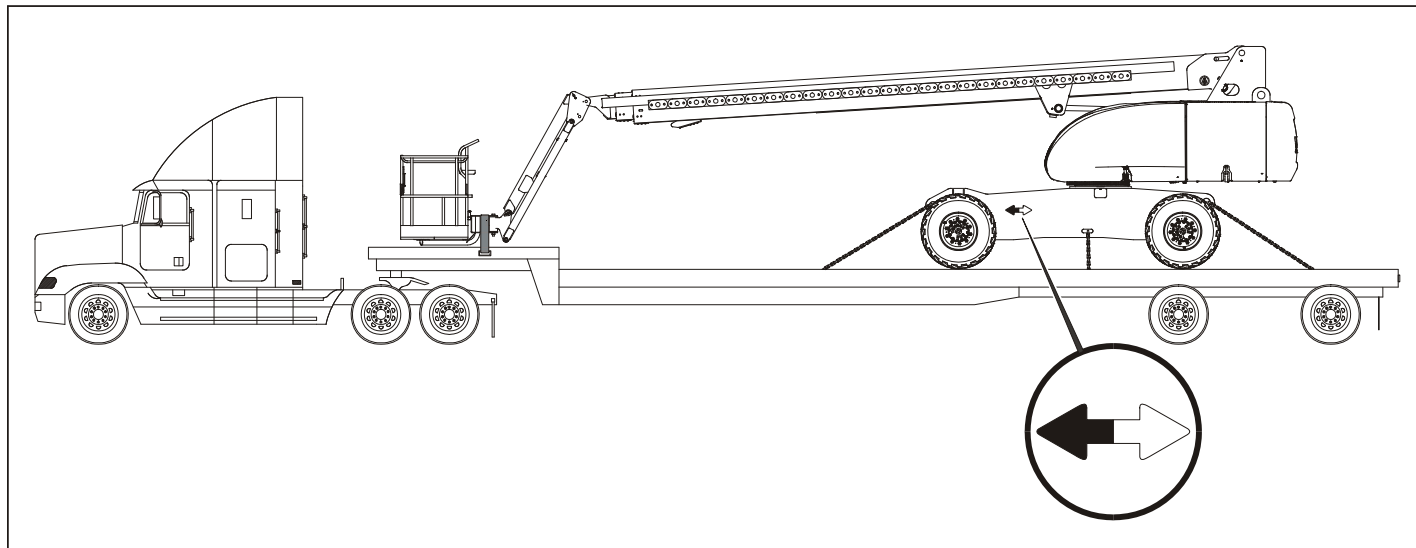

图 4-5. 典型 800S/860SJ 运输
- c. 在将其驶入拖车中时，把臂和平台放置朝向卡车。参见图 4-5，典型 800S/860SJ 运输。